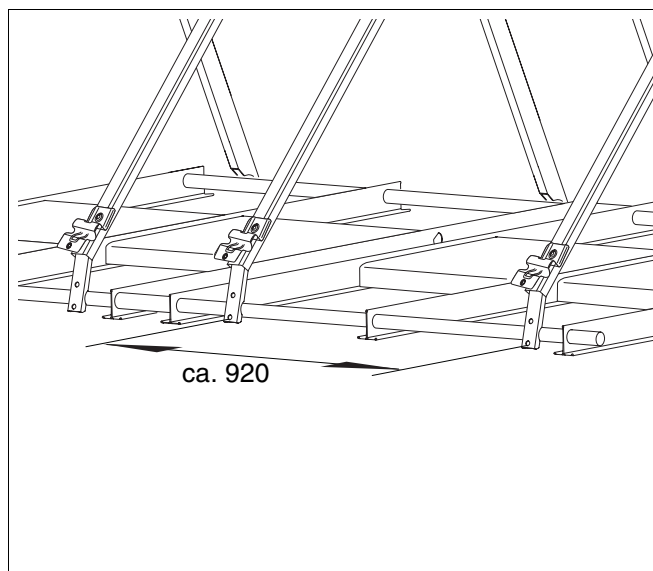

Abb. 30 Abstand der Kollektorabstützungen (Maß in mm)
- Messen Sie diesen Abstand am Fuße der Abstützung (Abb. 30).